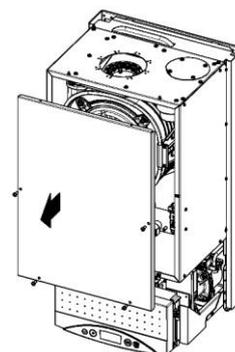

fig. 2.
6. Smonta il guscio frontale della camera di combustione (fig. 2)